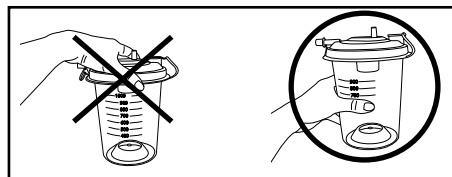

Fig. 6
**Nota: non afferrare mai il recipiente dal coperchio. Il recipiente pieno potrebbe staccarsi dal coperchio e cadere a terra (Fig. 6). Utilizzare lo scarico dei secreti per svuotare il recipiente dei secreti.**